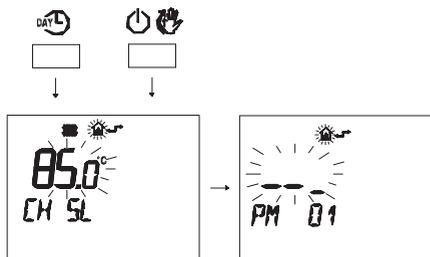

Figura 5.51
- Premere contemporaneamente i pulsanti DAYL e P per entrare nella programmazione trasparente (Figura 5.51).